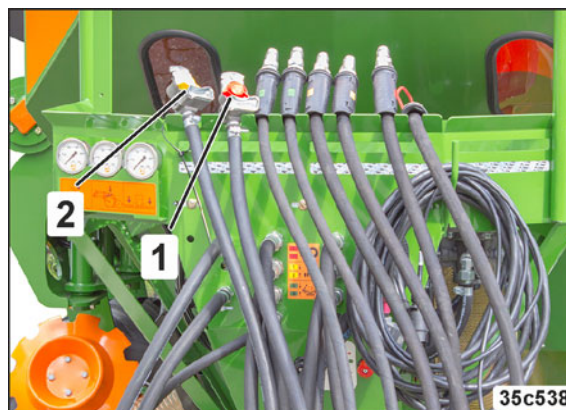

Fig. 131
- une conduite de réserve (Fig. 131/1) avec tête d'accouplement (rouge)
- une conduite de frein (Fig. 131/2) avec tête de raccordement (jaune).